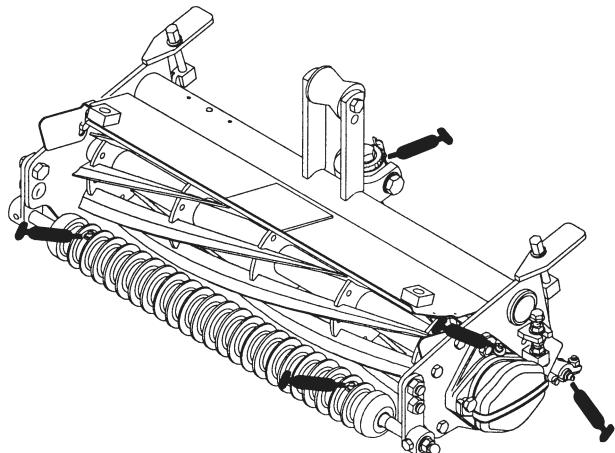

Fig. 5
1. Posizione e numero di raccordi per ingassaggio: perno della controlama (1), cuscinetti del cilindro (2), e rulli anteriore e posteriore (2 cad.) (Fig. 5).